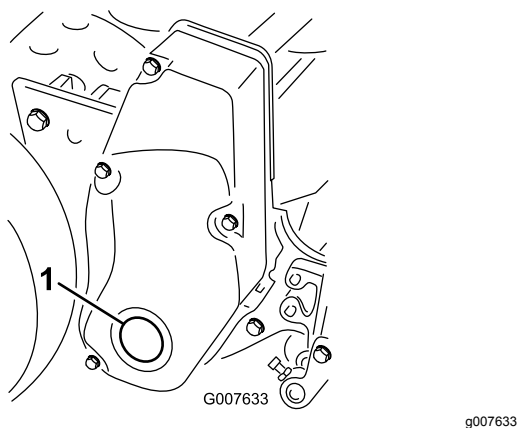

Figura 68
1. Rimuovete il tappo nella copertura dell'azionamento del cilindro destro (Figura 68).